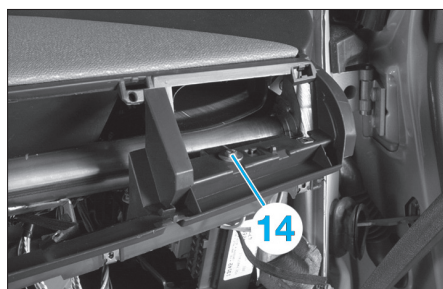

Fig. 13
- Déposer les vis de fixation supérieures (12) de la garniture.
- Décliper la prise diagnostique (13).
- Déposer la vis de fixation droite de la planche de bord (14) (Fig.13).